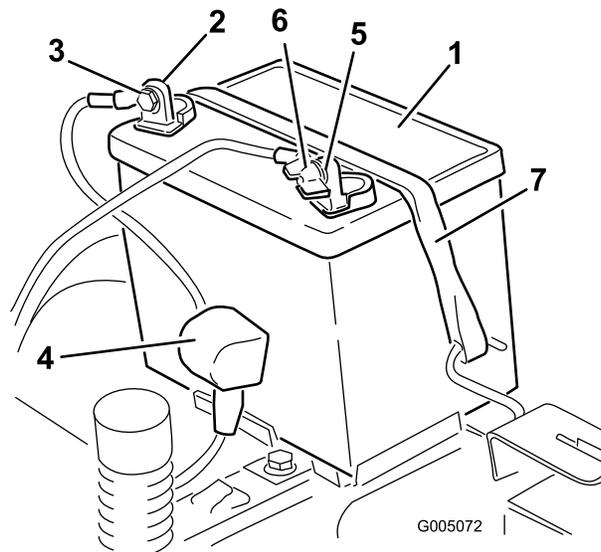

Figure 33
4. Débranchez le câble négatif (noir) de mise à la masse de la borne de la batterie (Figure 33). Mettez les fixations de côté.
5. Repoussez le capuchon en caoutchouc sur le câble positif (rouge). Débranchez le câble positif (rouge) de la borne de la batterie (Figure 33). Mettez les fixations de côté.
6. Enlevez la sangle de maintien de la batterie (Figure 33) et ôtez la batterie de son support.
1. Placez la batterie dans son support en tournant les bornes vers la position de fonctionnement (Figure 33).
5. Fixez la batterie en place à l'aide de la sangle de maintien (Figure 33).